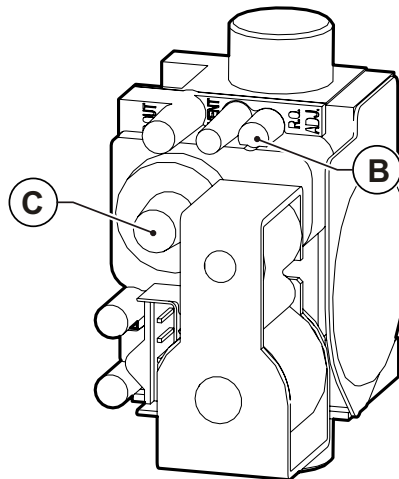

Fig. 36 Regolazione valore anidride carbonica
- Regolare il valore dell'anidride carbonica (CO₂) nei fumi ruotando il regolatore di rapporto **B** (vedi Fig. 36 Regolazione valore anidride carbonica) e assicurarsi che rientri nei limiti della Tab. 1 Dati di taratura KR 45 e della Tab. 3 Dati di taratura KR 60.
- Regolare il valore dell'anidride carbonica (CO₂) nei fumi ruotando il regolatore di offset **C** (vedi Fig. 36 Regolazione valore anidride carbonica) e assicurarsi che rientri nei limiti della Tab. 1 Dati di taratura KR 45 e della Tab. 3 Dati di taratura KR 60.